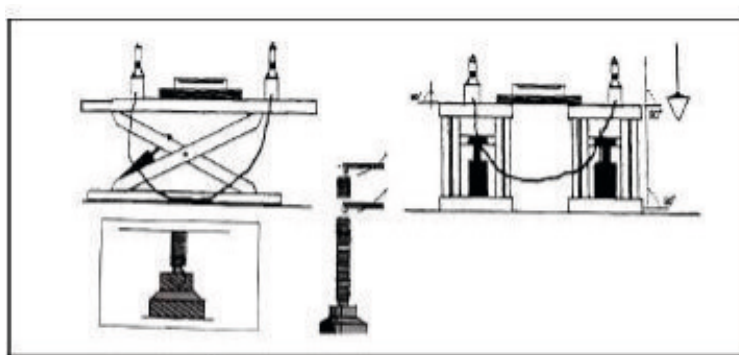

Fig. 23
- Vérifier que les plates-formes gauche et droite sont de niveau latéralement et longitudinalement à l'aide d'un tuyau de mise à niveau transparent ou d'un indicateur de niveau (Fig. 23).